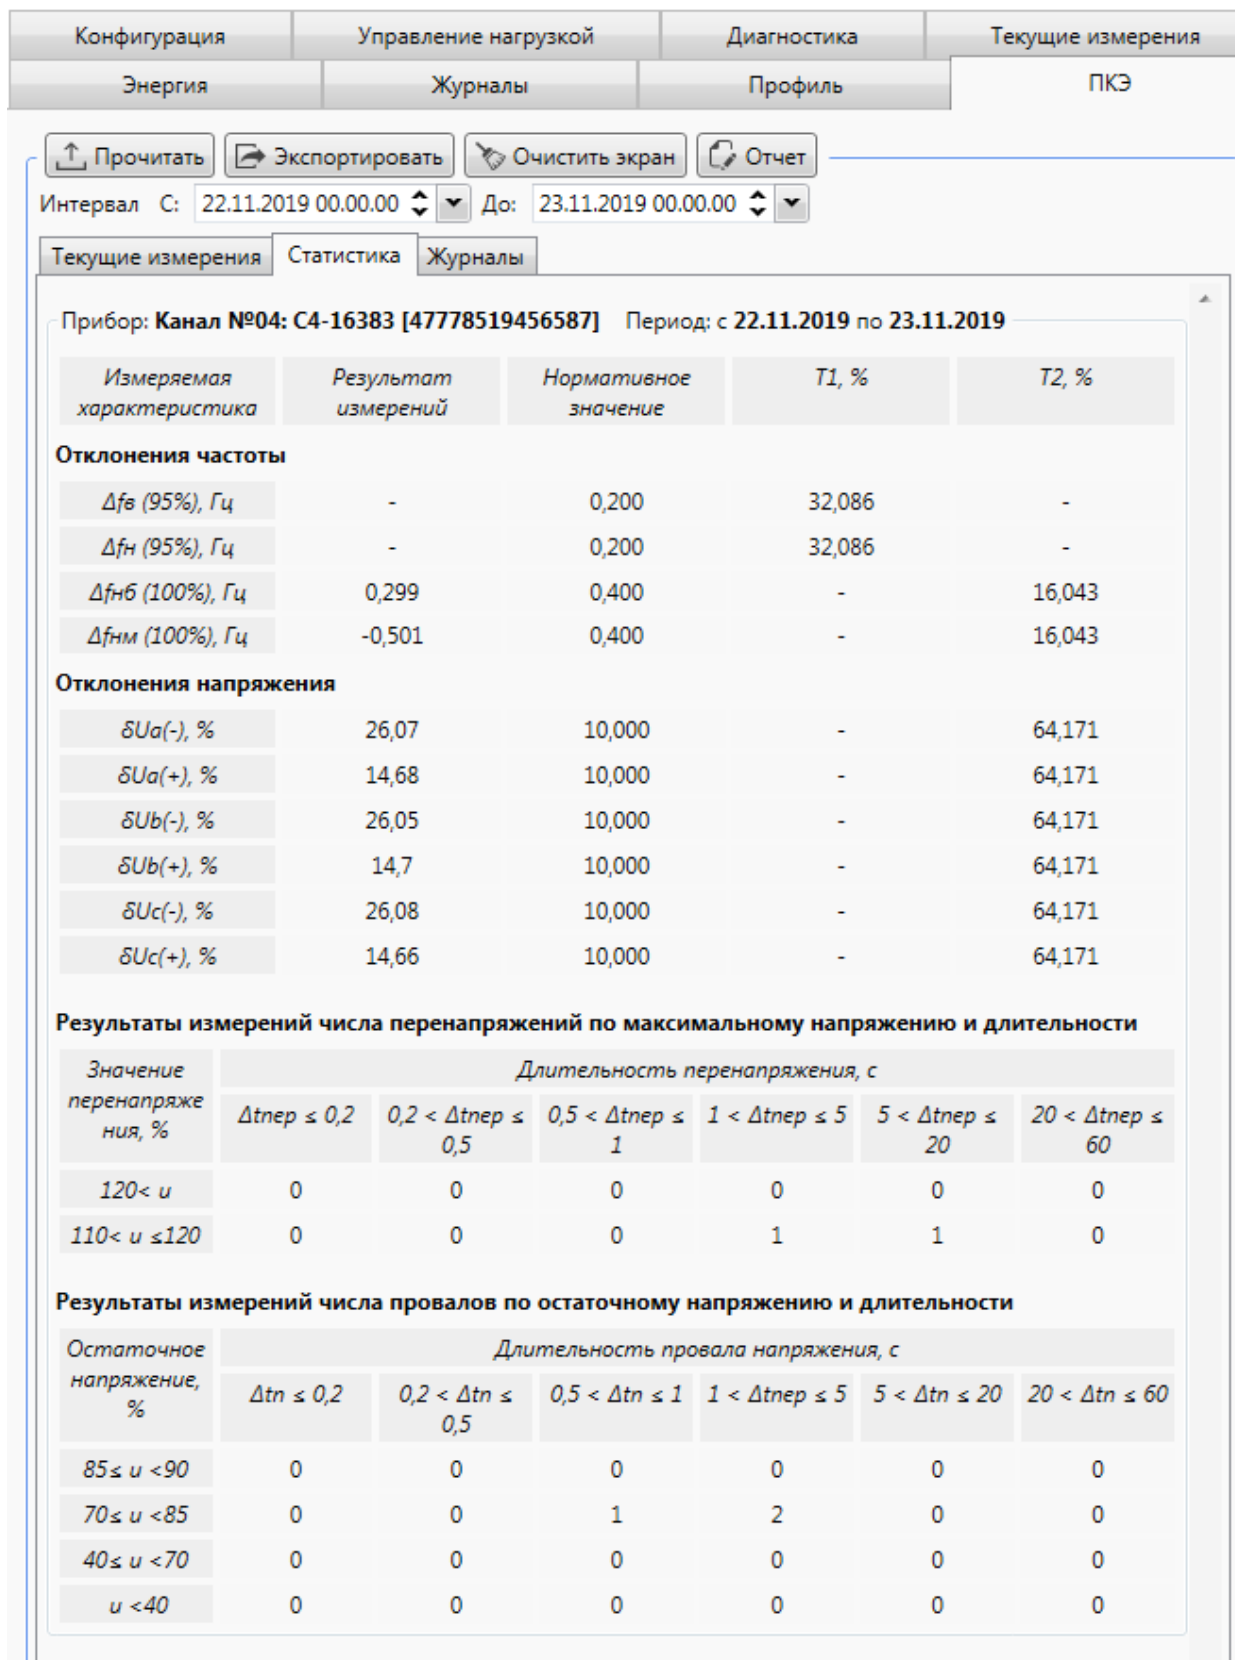

Рисунок 9.54 – Статистические данные ПКЭ
9.6.6.13 Для просмотра статистических данных счетчика необходимо перейти на вкладку *ПКЭ* области параметров программы КОНФИГУРАТОР и затем на вкладку *Статистика* (рисунок 9.54).